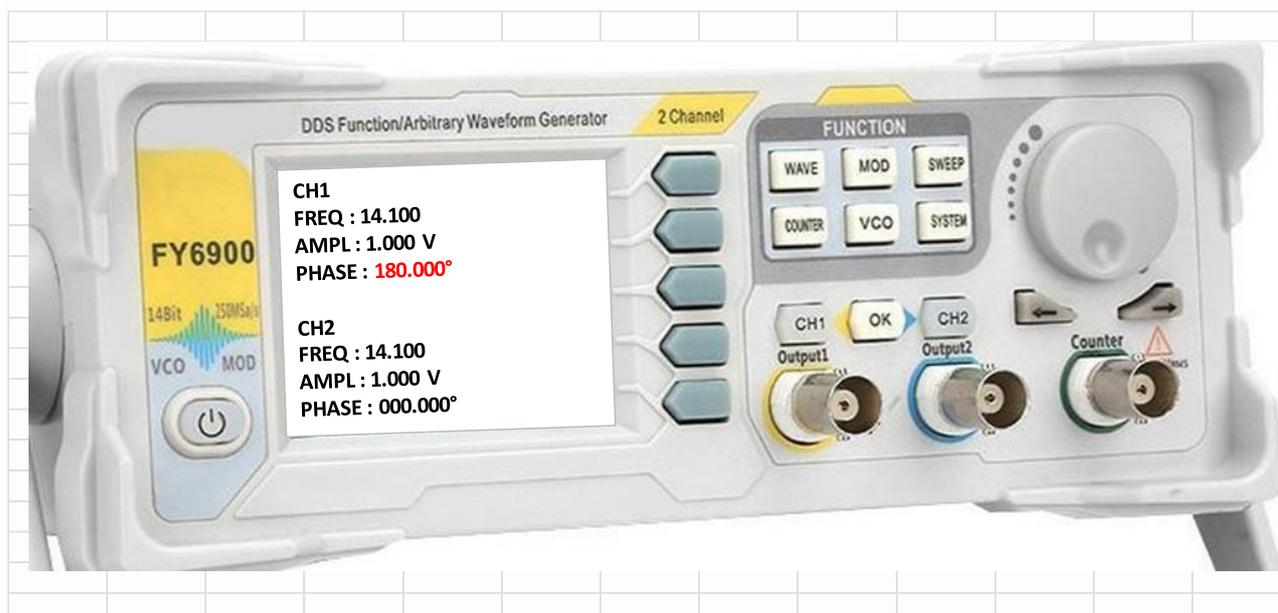

**Fig. 16 : connexions du balun**
Étape 2 : connecter la borne balun asymétrique au détecteur RF, si nécessaire, via un atténuateur avec un câble coaxial de 50 ohms. (Fig. 16)